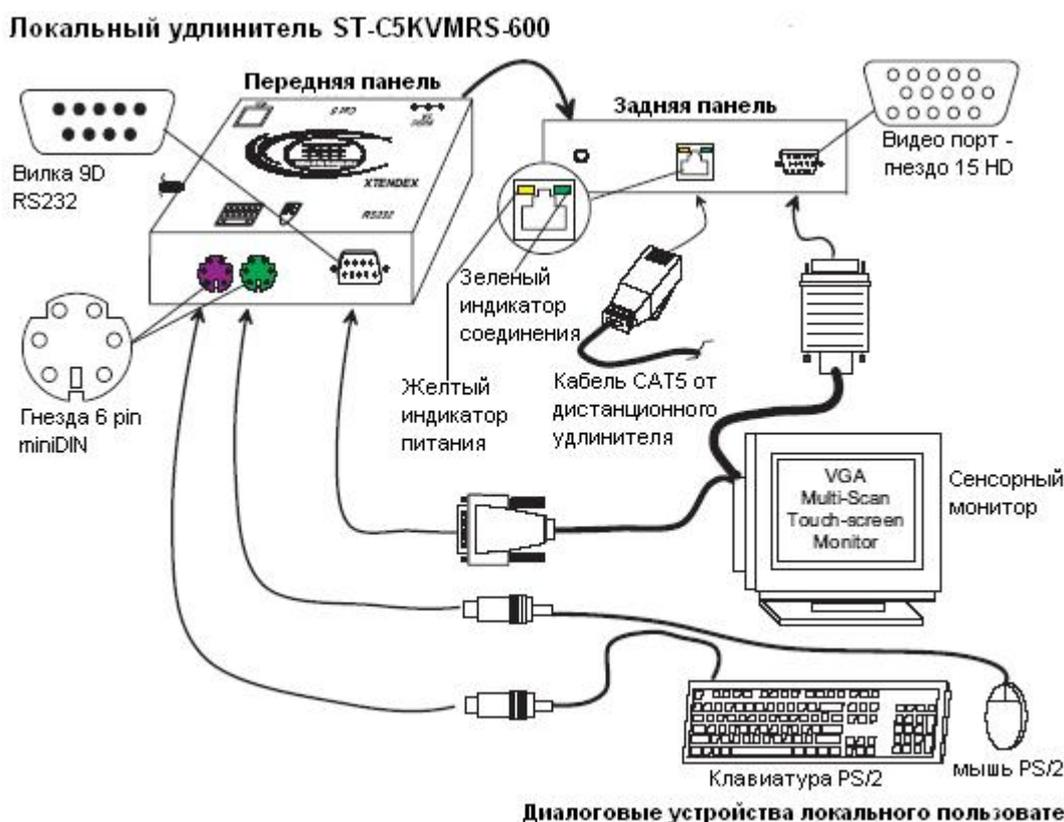

Рис.2 – Подсоединение локальных устройств пользователя к локальному удлинителю
| Рис.2 – Подсоединение локальных устройств пользователя к локальному удлинителю ..... | 8  |
- Сделайте все необходимые соединения для работы локального пользователя (см. Рис.2)
3. Подключите кабель CAT5 к порту “Cat 5” на панели локального удлинителя (см. Рис.2). Кабель должен идеально встать в порт, если соблюдены все правила подключения